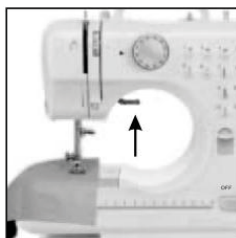

Рисунок 7
1. Поверните маховое колесо сбоку швейной машинки против часовой стрелки, чтобы поднять иглу в крайнее верхнее положение. Поднимите прижимную лапку и расположите ткань, которую Вы хотите шить под лапку (рис.7).